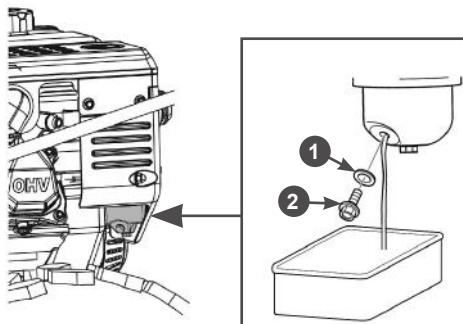

Рис. 45 Слив топлива с карбюратора
2. Установите под карбюратор подходящую емкость (Рис. 45).
3. Открутите болт 2 слива отверстия и слейте топливо из поплавковой камеры карбюратора (Рис. 45).